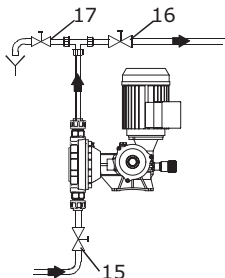

Рис. 15 Начальный пуск
1. Откройте всасывающий и нагнетательный запорные клапаны (15, 16), если они установлены (см. рис. 15).
2. Откройте клапан удаления воздуха (17), если он установлен на линии нагнетания или понизьте давление в линии нагнетания так, чтобы перекачиваемая среда могла выходить без преодоления противодавления.
6. Закройте клапан удаления воздуха (17), если он установлен.